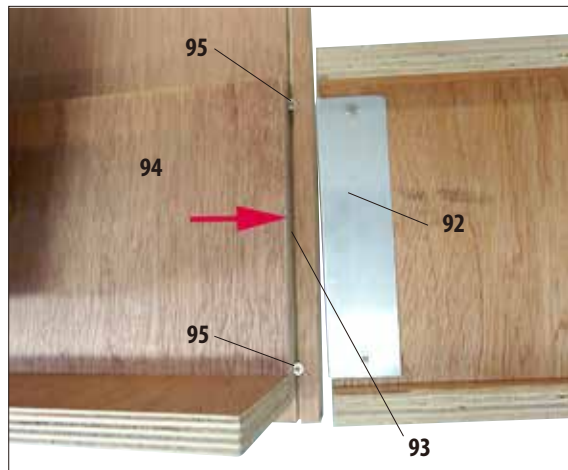

Fig. 9
- Enganchar cada uno de dichos carriles a la izquierda y a la derecha introduciendo la chapa (92) en la ranura (93) de la tarima, de tal manera que quede al ras con la tabla de madera (94) sobre la que está el equipo (fig. 9).